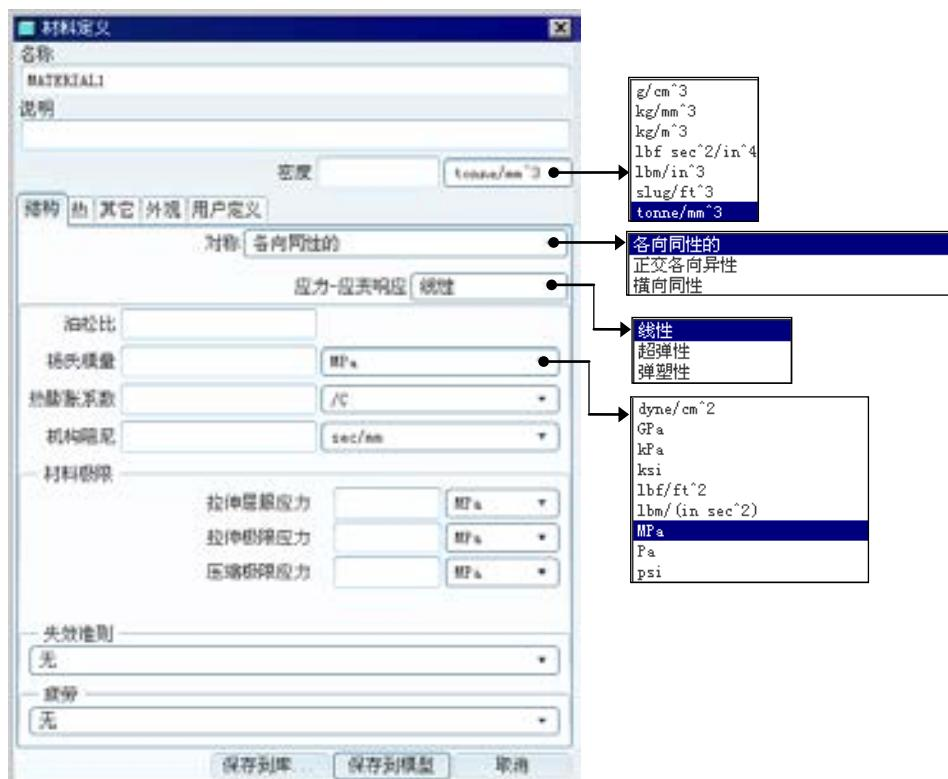

图 5.8.3 “材料定义”对话框
- (4) 在“材料”对话框中单击“新建文件”按钮 **□**，系统弹出图 5.8.3 所示的“材料定义”对话框。
- (5) 在“材料定义”对话框的 **名称(N)** 文本框中，先输入材料名称 45steel；然后在其他各区域分别填入材料的一些属性值，如 **说明(D)**、**泊松比(P)** 和 **杨氏模量(E)** 等，再单击 **保存到模型(S)** 按钮。
在图 5.8.3 所示的“材料定义”对话框中单击 **保存到库...** 按钮。